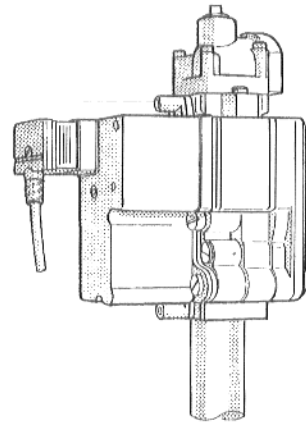

Abb. 29: Gasbrennerarmatur "BM" 762-012
- Lösen Sie die Verschlussschraube des Prüfnippels für Anschlußdruck an der Gasbrennerarmatur (Abb. 29 bzw. 30) zwei Umdrehungen.